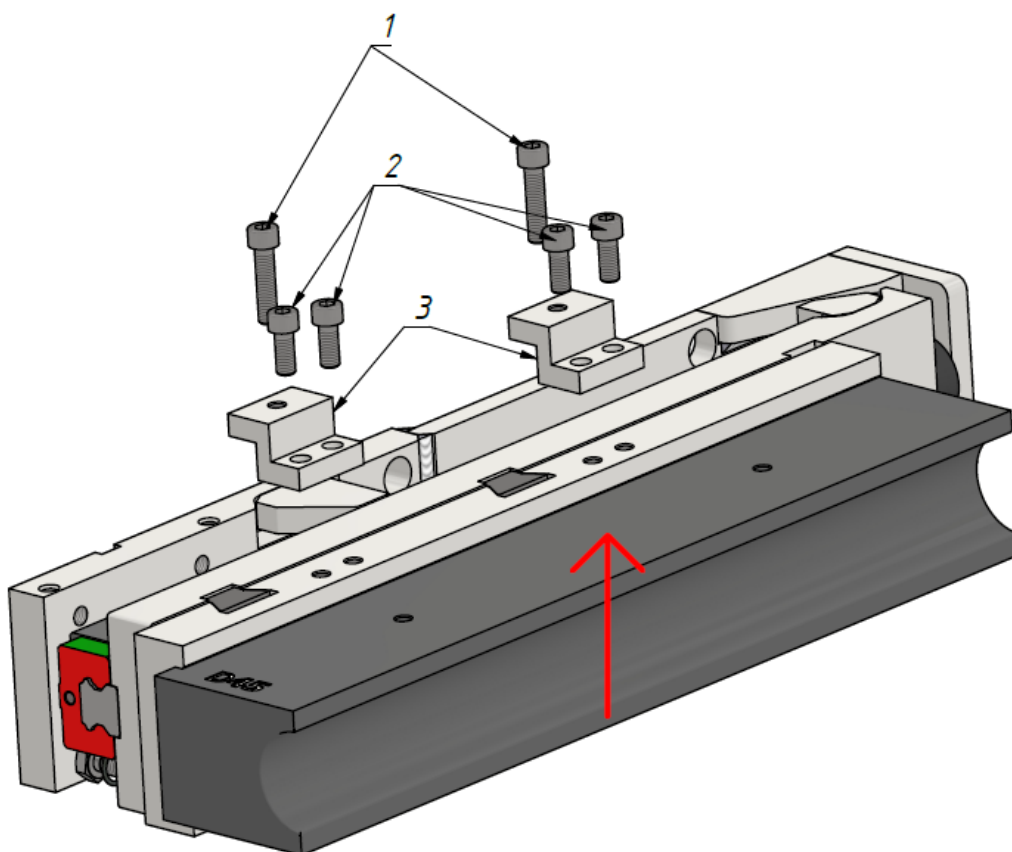

Рис. 4.2.5
8. Снять проставку с вкладышем прижима, открутив фиксирующие болты (поз. 1–2 Рис. 4.2.5) и сняв упор (поз. 3)